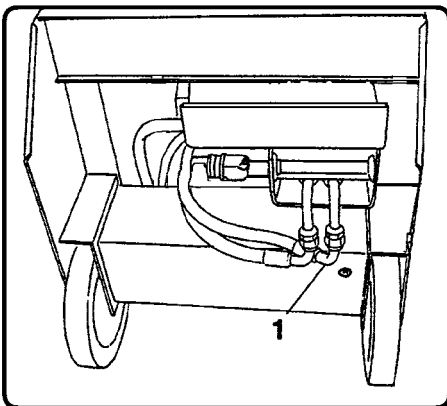

Fig. 9
- 5) **Hydrauloljan bör bytas efter efter de första 25-30 timmarna, därefter var 100:e arbetstimme.** Använd olja av typ ESSO Invarol EP46 eller likvärdig. Byt enligt följande; följande: Ta bort oljepluggen (1 Fig. 9) och låt oljan rinna ut med maskinen i något lutande position. När all olja har runnit ut, sätt åter i oljepluggen. Återfyll